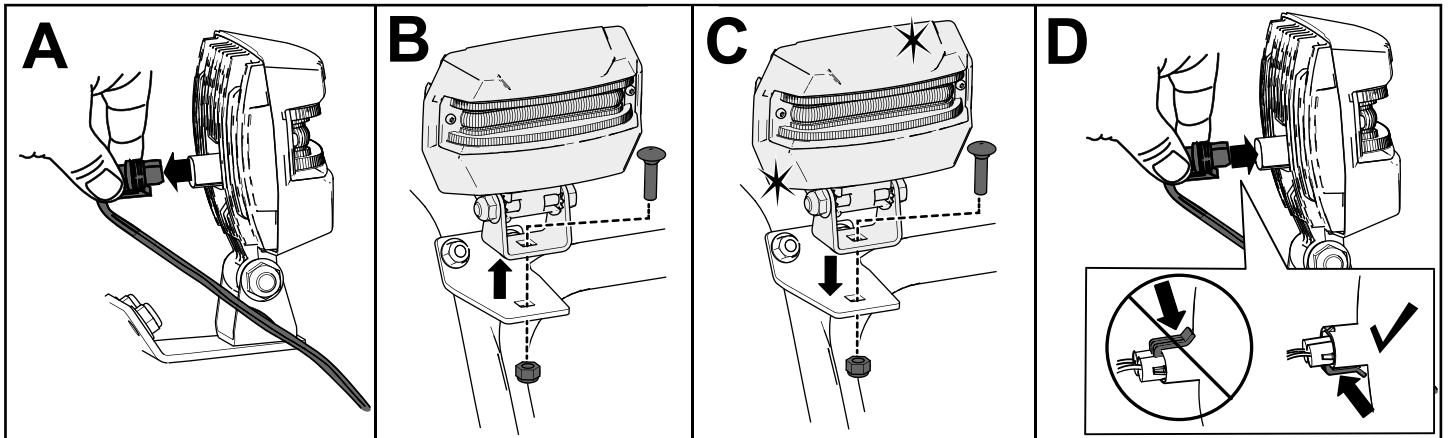

Figura 47
1. Rimuovete il filo del faro anteriore dal retro del faro anteriore (A della Figura 47).
2. Rimuovete il bullone e il dado che fissano il gruppo del faro anteriore sulla relativa staffa e poi smontate il vecchio gruppo del faro anteriore (B della Figura 47).
3. Fissate il nuovo gruppo del faro anteriore sulla relativa staffa con il dado e il bullone rimossi in precedenza (C della Figura 47).
4. Inserite il filo del faro anteriore dritto nel retro del faro anteriore sinché non è saldamente in sede (D della Figura 47).